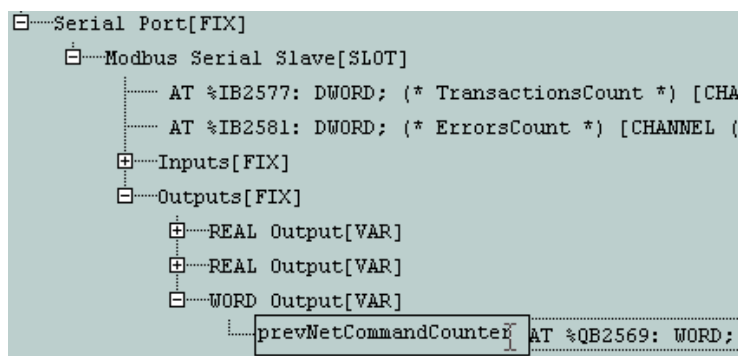

Рис. 37. Ввод символического имени для канала объекта выходных данных
4. Раскройте в дереве только что добавленный элемент *WORD Output*, дважды щелкните левой кнопкой мыши слева от надписи *AT %Q...* и введите символическое имя *prevNetCommandCounter* для канала объекта данных, через который будет передаваться предыдущее значение счетчика команды мастеру сети, и нажмите клавишу Enter. Процесс ввода символического имени иллюстрируется рис. 37.